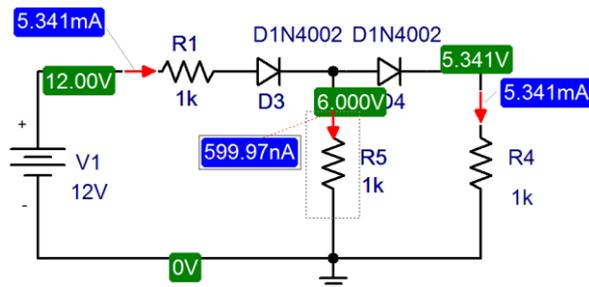

Figura 1.67 – Circuito misto com diodos, com falha (medidas diferentes do circuito teórico da Figura 1.66).
a) Os resultados para tensão indicados na Figura 1.67 estão corretos? Verifique com cálculos.
b) Se, ao montar este circuito, foram medidos os valores de tensão e corrente indicados na Figura 1.67, qual (ou quais) componente(s) apresenta(m) falha? É uma falha de curto-circuito ou de circuito-aberto?